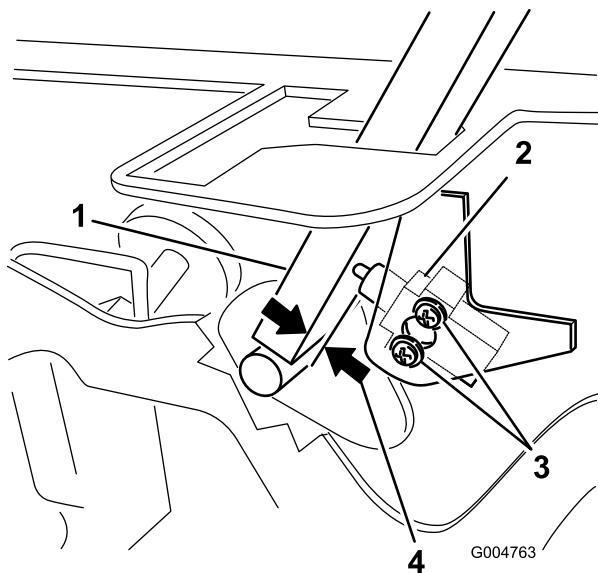

**Figura 81**
2. Afloje los pernos del panel delantero y retire el panel (Figura 81).